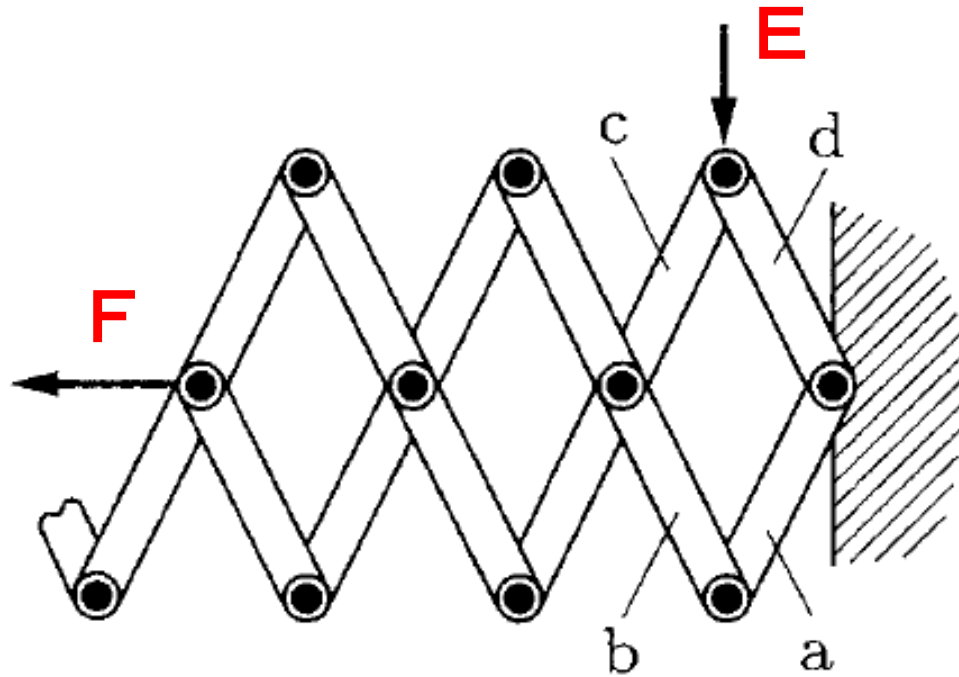

図22 レーzitong
- 図22は平行クランク機構を数多く組み合わせた機構で、レーzitong (lazy tongue) とよばれる。